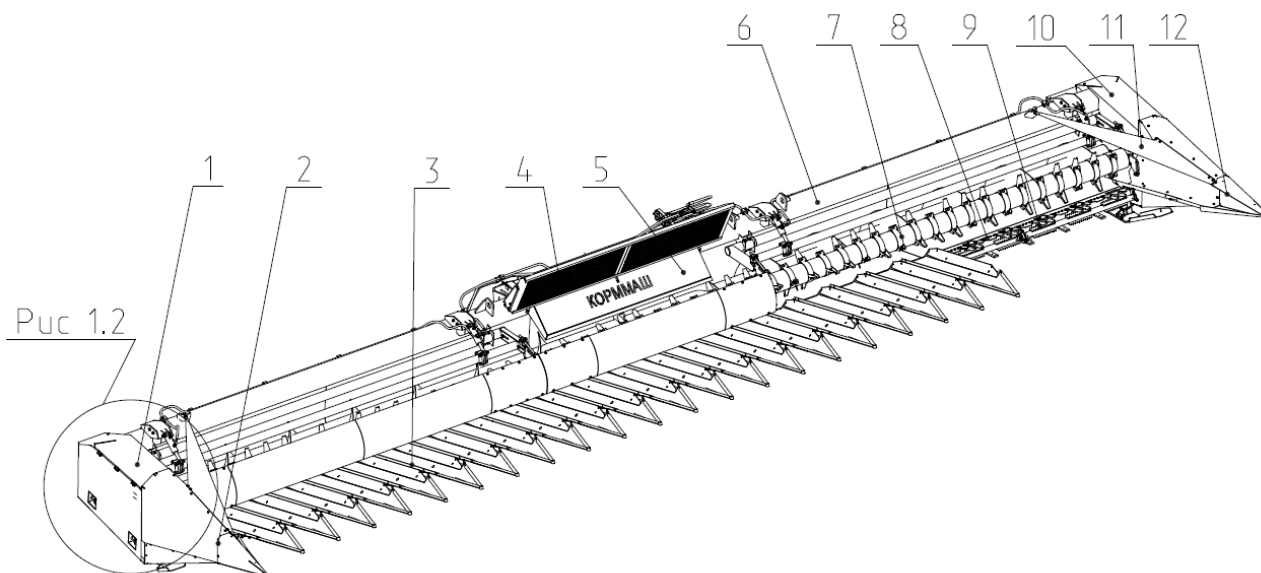
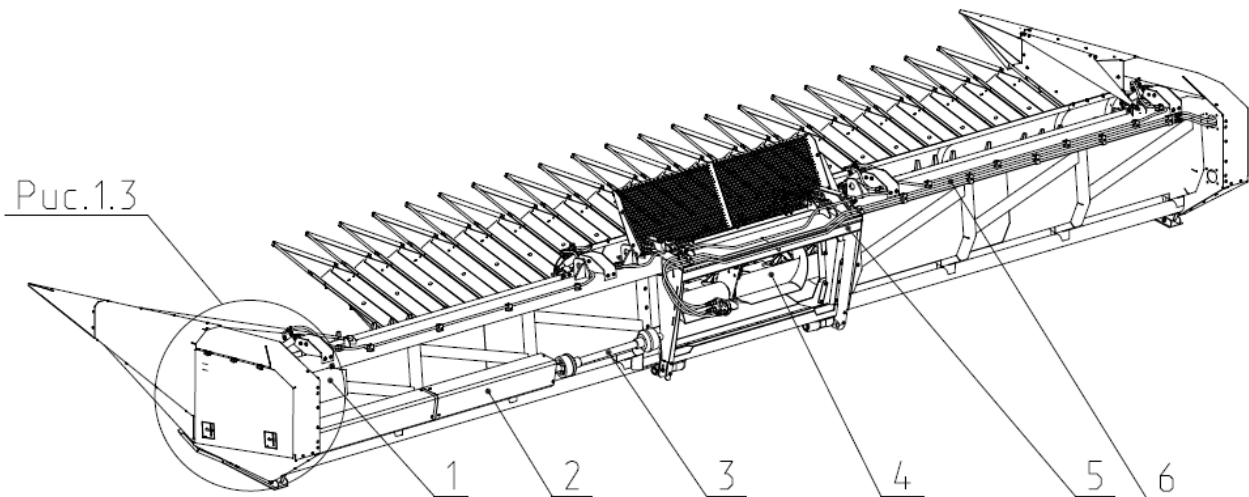
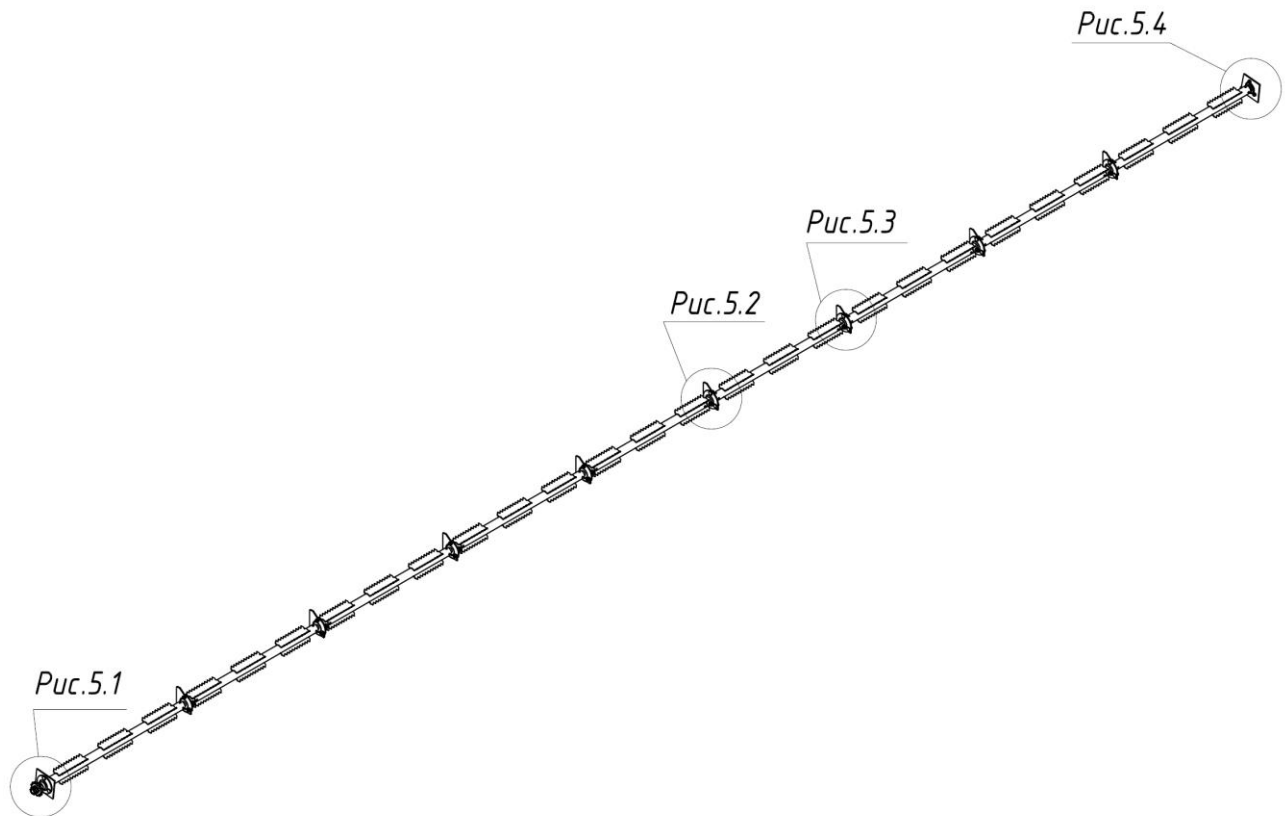

Рис.1 Общий вид жатки ЖНС-9,5 ПГ
Рис.1.2 Общий вид жатки ЖНП-9,5 ПГ
Рис.5 Вал протягивающий.
Жатка (рис.1.2) монтируется на наклонной камере комбайна при помощи адаптера 5 и жестко соединяется с ней шкворнями. Привод жатки осуществляется слева карданной передачей 3 (рис. 1.2) от ВОМ наклонной камеры комбайна через контрприводы 2 и 1. Обороты мотвила изменяются гидромотором, а подъем и опускание гидроцилиндрами. Управление гидромотором и гидроцилиндрами осуществляются из кабины комбайна через гидросистему жатки 6 соединенной с гидросистемой комбайна.
2.2 Жатвенная часть состоит из платформы 6 (рис. 1), на которой смонтированы: защитные кожухи 1 и 10, лифтеры (Поддон в сборе) 3, защитные щитки 4 и 5, рамка в сборе 7 с мотовилом и защитным кожухом, режущий аппарат 8, корчеватель (вал протягивающий) 9, отводные доски 10, правый 11 и левый 2 боковые делители (пиллета), шнек 4 (рис. 1.2), контрприводы 1 и 2.
Поддоны 3 (рисунок 1) предназначены для разделения и направления стеблей подсолнечника к режущему аппарату, а также для сбора и пассивной подачи срезанной и осыпавшейся массы.
Боковые делители 2,12 (рис. 1) служат для отделения подсолнечника от основного массива, направления его к режущему аппарату, а также для сбора и пассивной подачи срезанной и осыпавшейся массы на платформу жатки.
Протягивающий вал 9 (рис.1) закрепляется внизу на бруске жатки под режущим аппаратом и в боковинах жатки в корпусах подшипников. Он состоит (рис.5) из 9-ти валов соединенных между собой соединением вал-втулка, зафиксированных болтами.